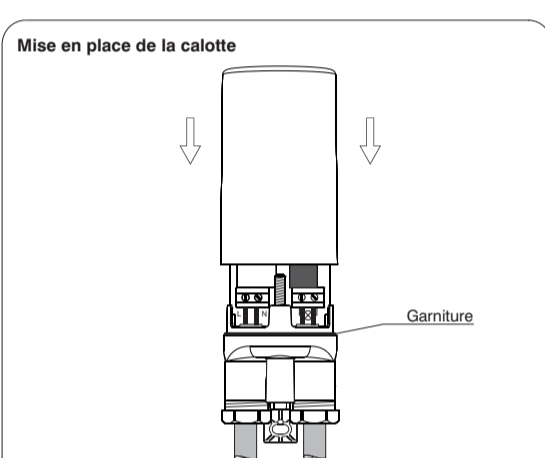

fig. 5
- Mettre en place la calotte (fig. 5) et appuyer pour l'amener contre la vis imperdable.